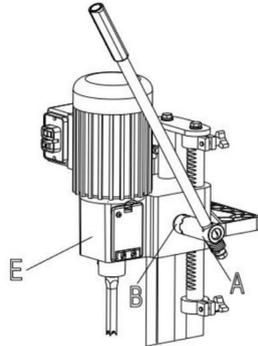

Abb. 3
2. Den Kopf der Stemmmaschine (E) Abb. 3 durch Drehen des Griffs in die obere Position anheben (A) im Uhrzeigersinn. HINWEIS: Der Griff (A) ist federbelastet und kann durch den Griff herausziehen und ihn wieder auf der Ritzelwelle (B) positionieren.